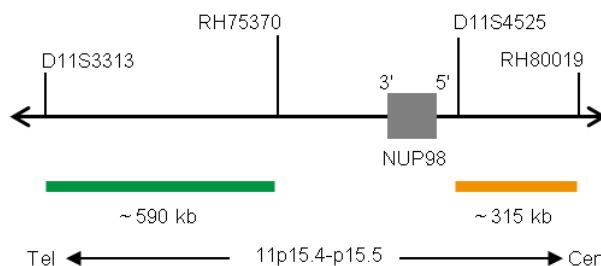

Fig. 1: SPEC NUP98 Mapa da sonda (sem escala)
- Polinucleótidos (~10.0 ng/μl) com marcação ZyGreen (excitação 503 nm/emissão 528 nm), dirigidos ao mapeamento de sequências alvo em 11p15.4-p15.5* (chr11:2,773,748-3,363,120) distais ao ponto de quebra do gene NUP98 (ver Fig. 1).
- Polinucleótidos (~4.5 ng/μl) com marcação ZyOrange (excitação 547 nm/emissão 572 nm), dirigidos ao mapeamento de sequências alvo em 12p13.2* (chr11:3,829,054-4,142,792) proximais ao ponto de quebra do gene NUP98 (ver Fig. 1).